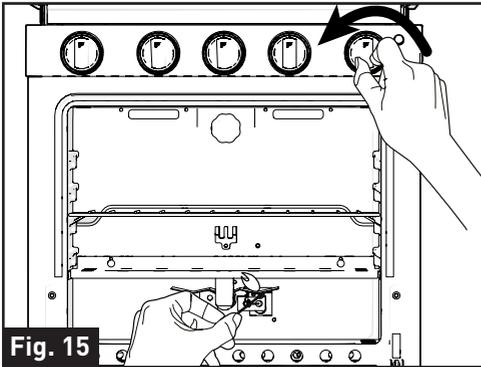

Fig. 15
5. Continuer à pousser et maintenez le bouton de commande, puis ouvrez la porte du four et placer une allumette en bois (ou l'extension de l'allumette ou un briquet avec extension au butane) à travers les espaces dans la grille près des ports du brûleur pour allumer le brûleur du four. (Fig. 15)